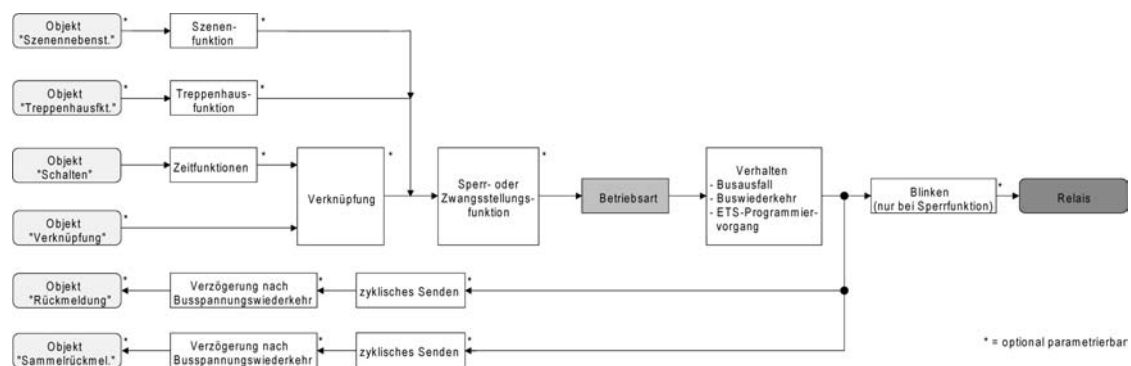

Bild 16: Funktionsschaltbild "Betriebsart"
- i Der logische Schaltzustand ("ein - 1" oder "aus - 0") wird durch das Kommunikationsobjekt "Schalten" eingestellt und durch die Funktionen beeinflusst, die optional aktiviert werden können (z. B. Zeit-/Treppenhausefunktionen, Verknüpfungen, Sperr-/Zwangsfunktionen, Szenen) (Bild 16).